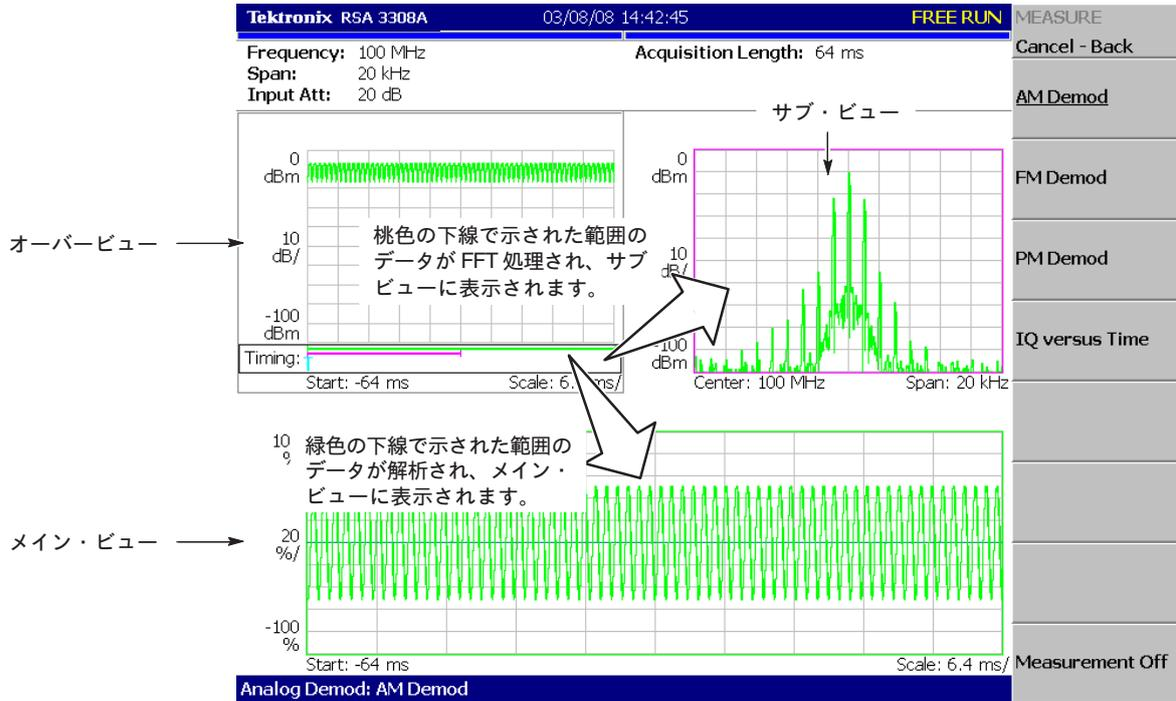

図 2-38 : AM 変調信号解析
2. 前面パネルの **RUN/STOP** キーを押して、信号を取り込みます (図 2-38)。